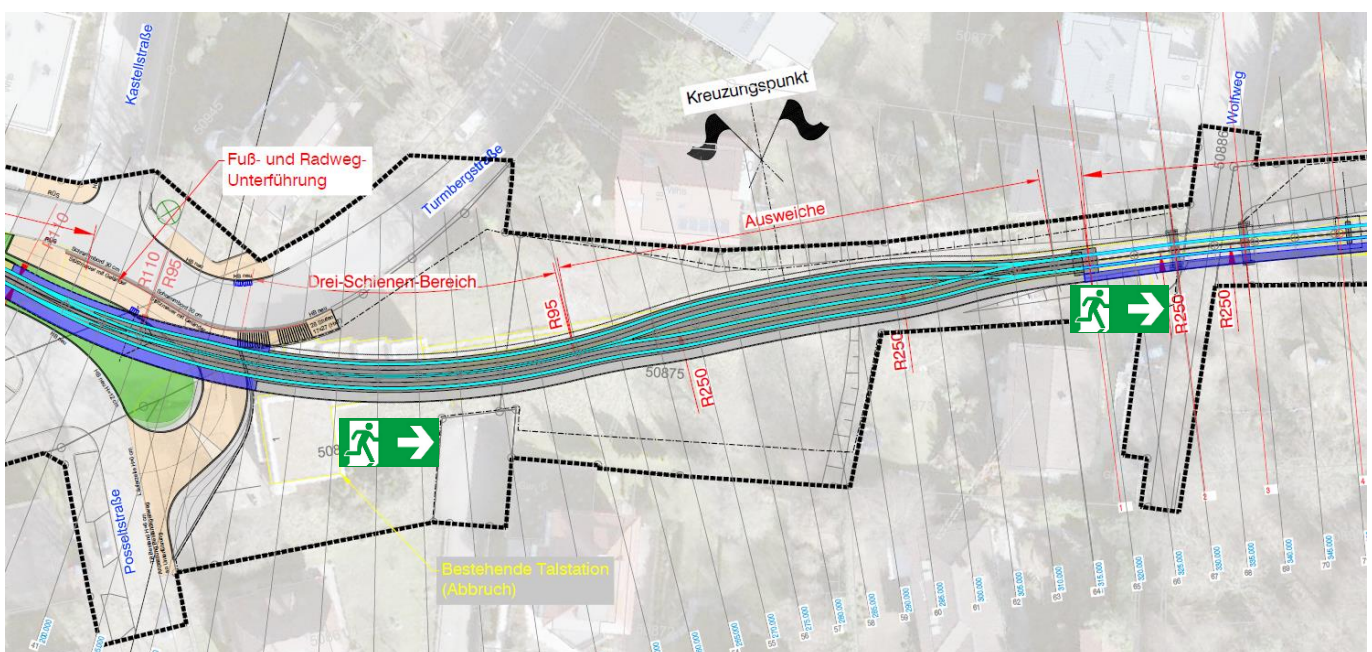

Bild 8 Fluchttüren "Eichrodtweg" und "Wolfweg"
- 0 + 240, im Bereich "Eichrodtweg" siehe Bild 8
- 0 + 325, im Bereich "Wolfweg" siehe Bild 8